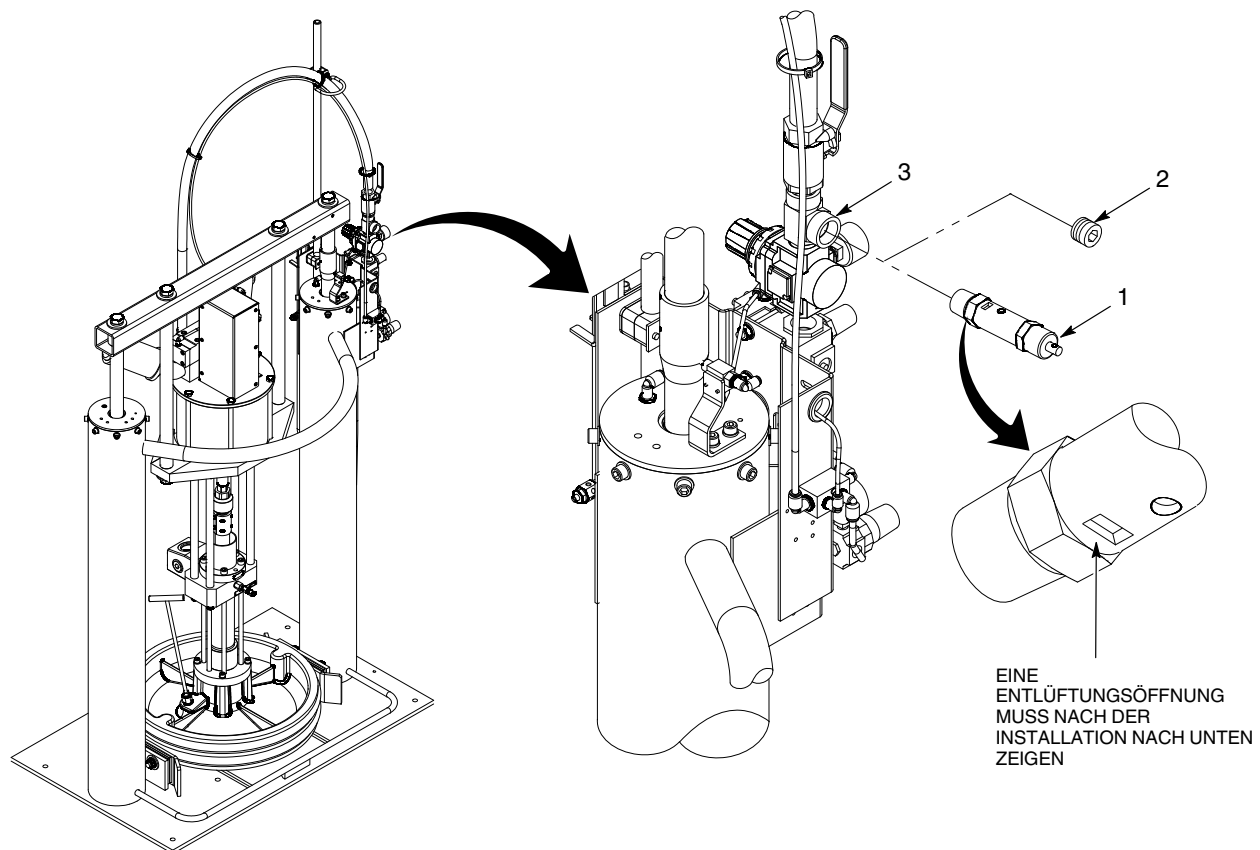

Abb. 1 Typische Installation
1. Siehe Abb. 1. Den Stopfen (2) vom 3/4-NPTF-Anschluss (3) abnehmen.
2. Gewindesicherungslack auf das Gewinde des Druckentlastungsventils (1) auftragen.
3. Das Druckentlastungsventil im 3/4-NPTF-Anschluss (3) installieren. Das Ventil fest anziehen. Darauf achten, dass eine Entlüftungsöffnung nach unten zeigt, damit Feuchtigkeit abfließen kann und es zu keiner Ansammlung von Verschmutzung im Bereich des Ventilsitzes kommt.